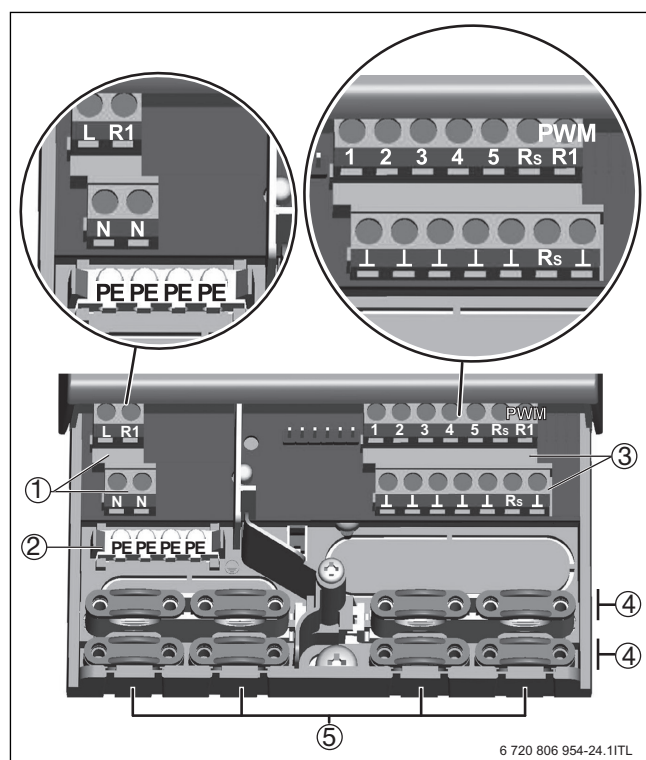

Bild 24 Anschlussklemmen im unteren Teil des Reglers
- Elektrische Anschlüsse nach Anschlussplan vornehmen (→ Kapitel 6.2.1, Tabelle 10 und Bild 24).
Linke Klemmleiste	Netzspannung, 230 V~, 50 Hz (→ Bild 24 [1])
PE (→ Bild 24, [2])	Anschluss sämtlicher Schutzleiter PE
Rechte Klemmleiste	Niederspannung, DC (→ Bild 24 [3])
- Benötigte Leitungsoffnungen (→ Bild 24, [3]) links und rechts mit einem geeigneten Messer einschneiden und ausbrechen.